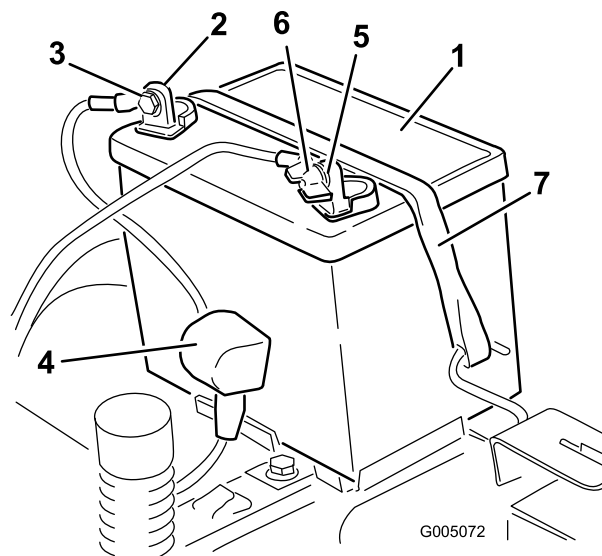

Figure 38
5. Repoussez le capuchon en caoutchouc sur le câble positif (rouge). Débranchez le câble positif (rouge) de la borne de la batterie (Figure 38). Mettez les fixations de côté.
6. Enlevez la sangle de maintien de la batterie (Figure 38) et ôtez la batterie de son support.
4. Débranchez le câble négatif (noir) de mise à la masse de la borne de la batterie (Figure 38). Mettez les fixations de côté.
1. Placez la batterie dans son support (Figure 38).
5. Fixez la batterie en place à l'aide de la sangle de maintien (Figure 38).